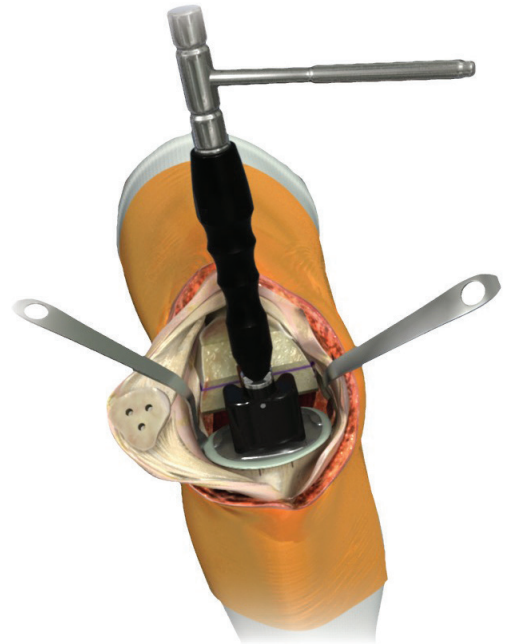

Figura 26a
3. Utilice el Impactador de Implante Tibial en el Mango Modular e impacte con el mazo para acomodar por completo el Componente de Placa Base Tibial dentro de la tibia proximal. Retire el exceso de cemento (Figura 26a).